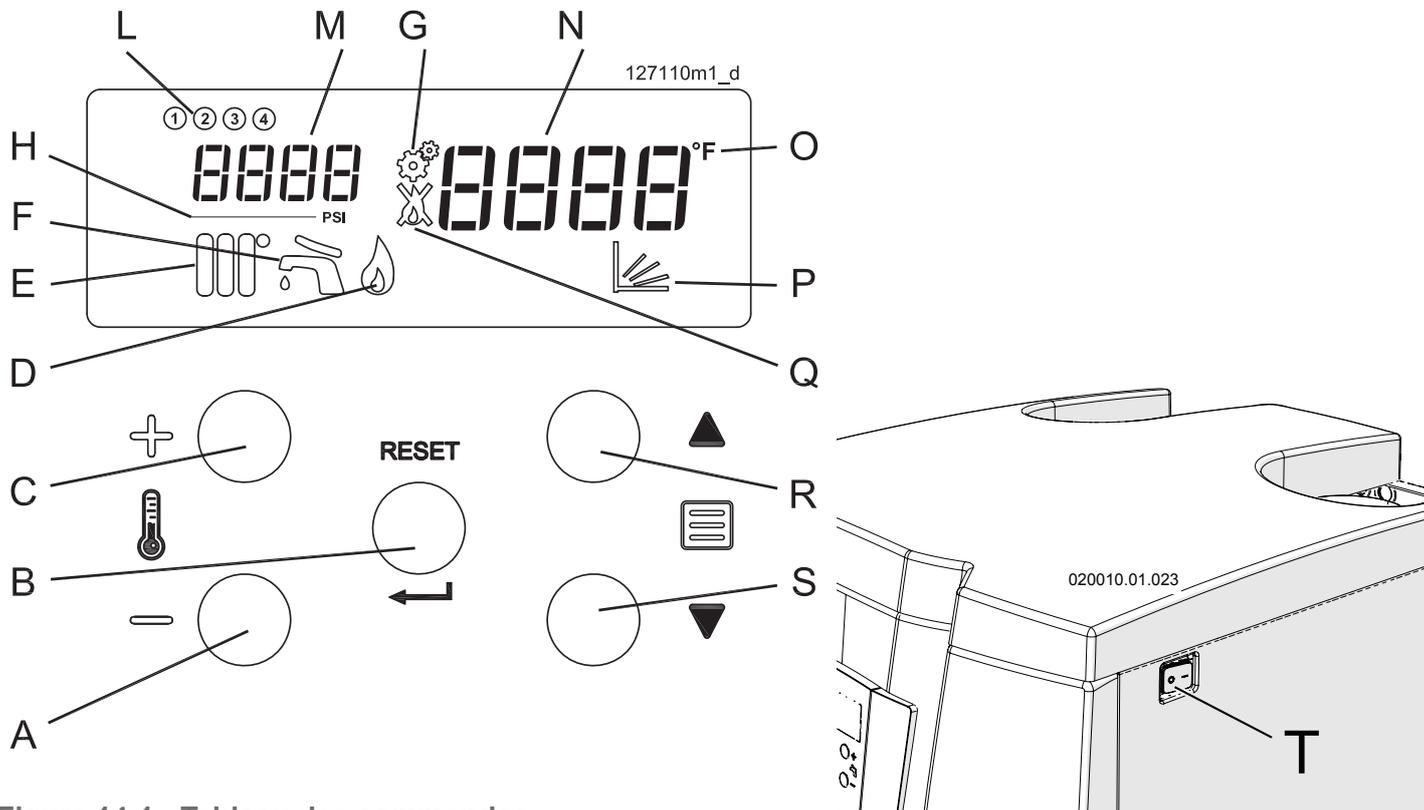

Figure 14-1 - Tableau des commandes
- 2.- alimenter électriquement l'appareil et positionner sur ON l'interrupteur général (position «T» sur la figure 14-1) ;
- 7.- placer l'interrupteur général sur ON (position «T» sur la figure 14-1) et faire une demande de chauffage en pressant la touche  jusqu'à la valeur maximale, vérifier que le thermostat d'ambiance est en appel et que l'installation se trouve dans les conditions de dissiper la chaleur produite ;
1. Allumer l'appareil en mettant sur ON l'interrupteur général (pièces «T» de la figure 14-1) et faire démarrer une demande de chauffage en portant au maximum la valeur de la température requise à l'aide de la touche , en s'assurant que le système est en mesure de dissiper toute la chaleur produite.
LÉGENDE FIGURE 14-1
Si la pression à l'intérieur du circuit descend à une valeur inférieure à la pression minimale, l'appareil s'éteint automatiquement et le cadran «N» de la figure 14-1 affiche
- 1.- Agir sur l'interrupteur «T» de la figure 14-1 pour couper la tension électrique ;
(voir la figure 14-1). Quand les touches sont pressées, l'écran, position «N» de la figure 14-1, affiche la température requise. Le champ de réglage de la température de l'eau va de 20°C à 80°C.
Pour réduire la consommation d'énergie de l'écran (Figure 14-1), 5 minutes après la dernière opération effectuée, celui-ci s'éteint automatiquement. Il est possible de désactiver cette fonction ou de modifier ce délai au moyen du paramètre
Presser la touche RESET pendant 2 secondes pour accéder au «Menu utilisateur». Le cadran «M» de la figure 14-1, affiche